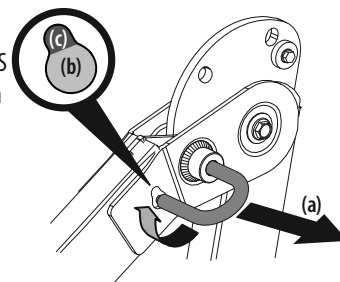

Figura 4
1. Tire ligeramente hacia arriba del ROPS superior para aliviar cualquier tensión sobre la chaveta de cierre (a) y gire la chaveta de cierre (a) de la posición TRABADA (b) a la posición AJUSTE (c). Repita el procedimiento para la chaveta de cierre del lado opuesto. Consulte la Figura 4.